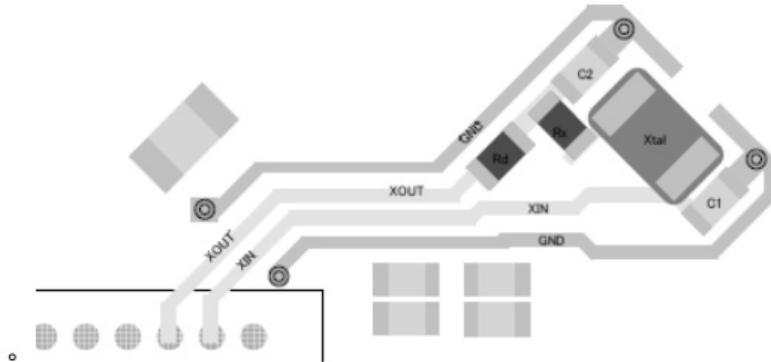

图 15-19 32.768kHz 晶振包地处理
(3) 进行 32.768kHz 晶振包地处理, 第二层参考地平面, 本体下尽量不要走其他数据线, 以免对时钟造成干扰, 并且走线越短越好, 如图 15-19 所示。